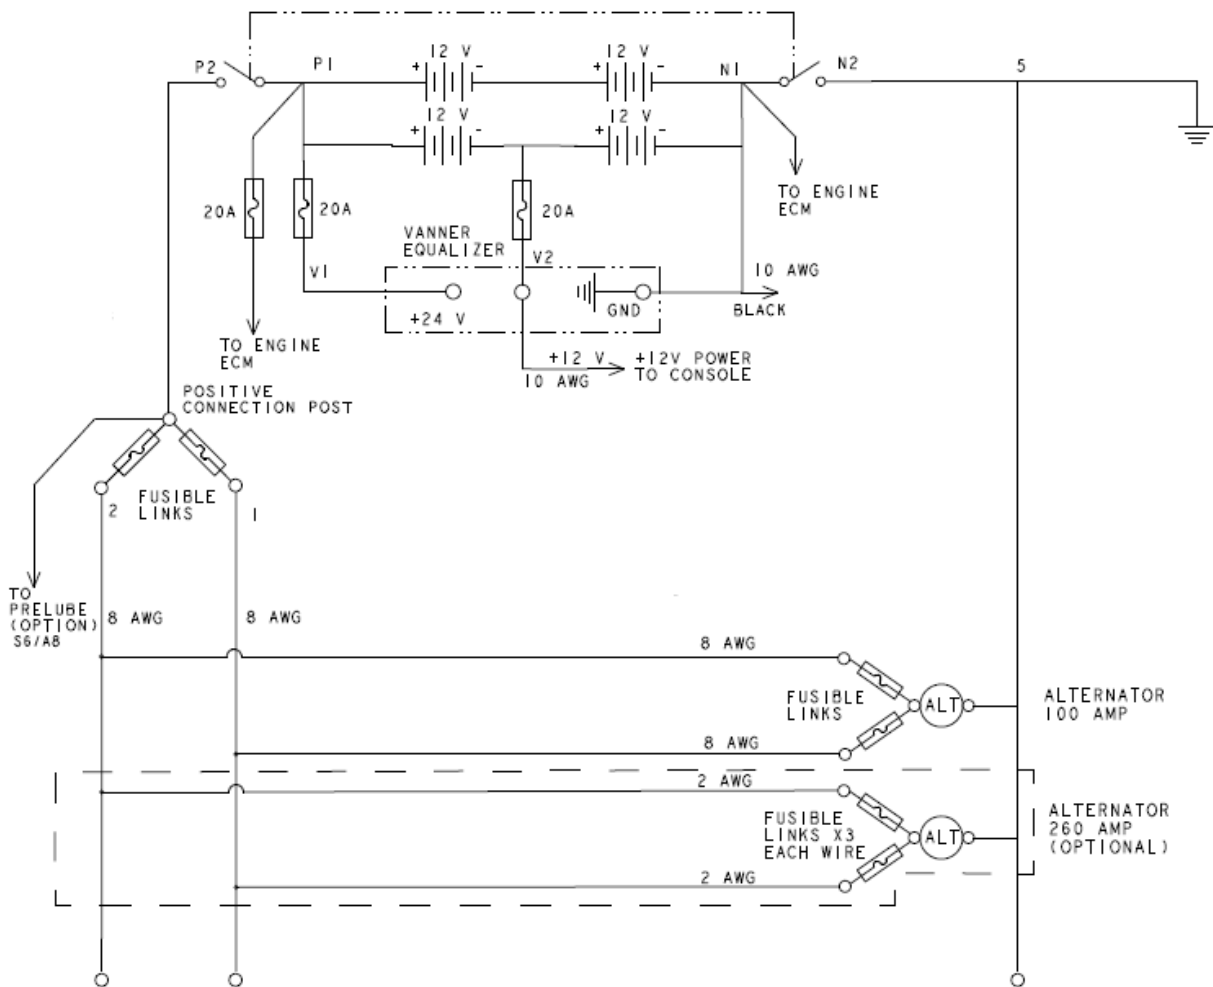

Figura 3.1: Alimentación del circuito de control.
La alimentación del sistema de control se realiza por medio de un banco de baterías como fuente DC de 24(V) (Power Supply 2657677395), que en su entrada recibe 220(V) AC, tensión que es proporcionada por un alternador de 100(A) y es accionado por un breaker de 15(A) denominado breaker 13. Esta fuente alimenta distintos circuitos, a través de dos conductores fase 1, 2 y el neutro que es el número 5 como se muestra en la figura 3.1.